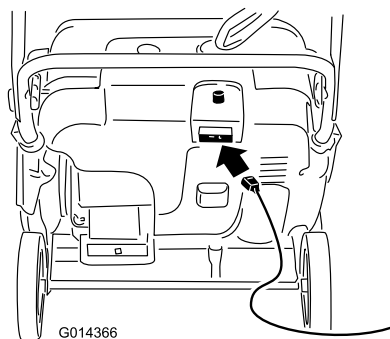

**Figure 16**
3. Appuyez fermement à 3 reprises sur l'amorceur avec le pouce, en marquant une pause d'une seconde chaque fois (Figure 16).